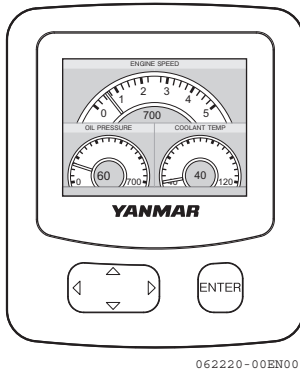

Figure 11
- Lorsque le moteur démarre, l'écran du système de pilotage affiche l'écran avec les conditions du moteur (**Figure 11**).